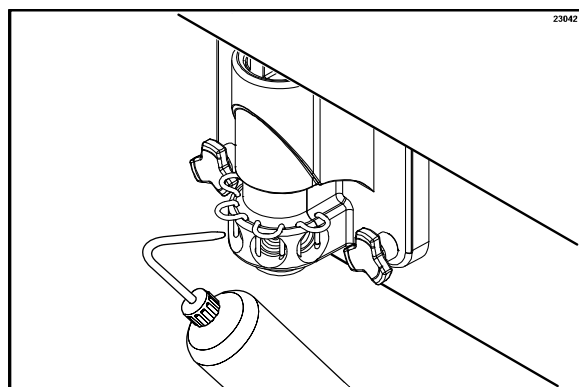

Рисунок 57
13. Заполните бутылку-пульверизатор моющим раствором. Поставьте ведро под дверь, вставьте сопло бутылки-пульверизатора в отверстия для сиропа и крепко сожмите бутылку. Это действие будет принудительно выталкивать раствор из прилегающего отверстия вниз, вокруг спиннера. Эту процедуру необходимо выполнять на каждом отверстии в течении как минимум 10 секунд. (См. рис. 57)